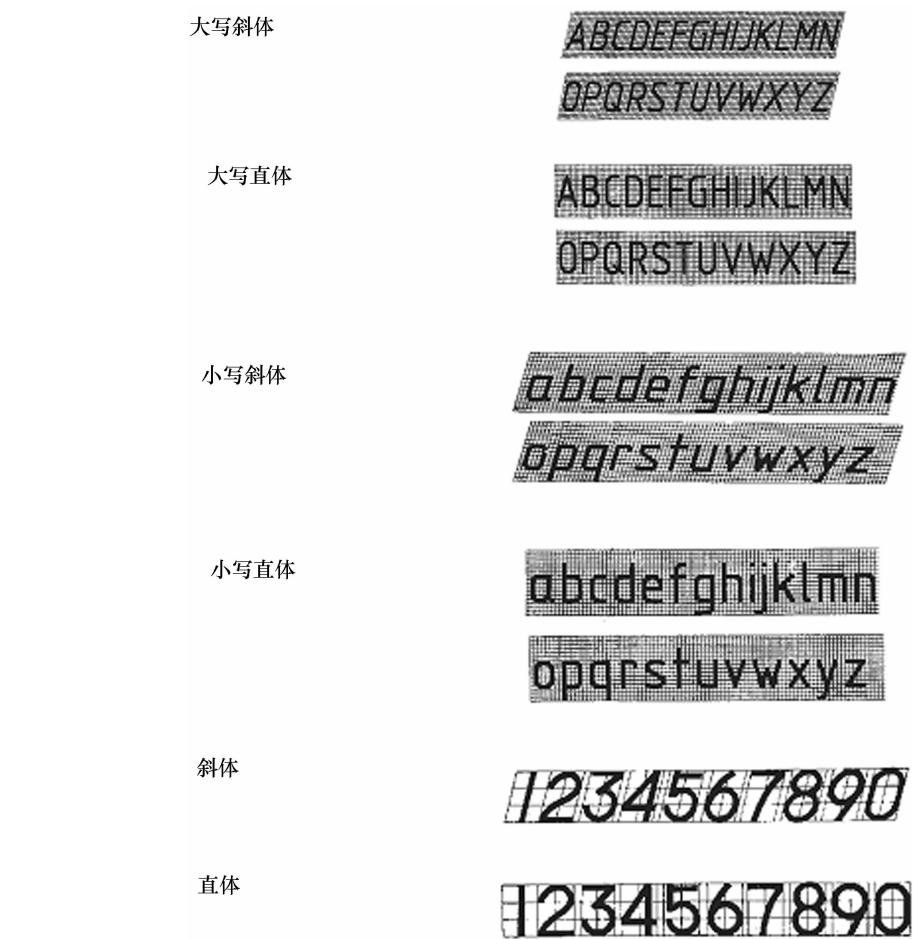

图 1-22 字母和数字书写示例
(4) 字母和数字分为 A 型和 B 型,字体的笔画宽度用  $d$  表示。A 型字体的笔画宽度  $d=h/14$ ,B 型字体的笔画宽度  $d=h/10$ 。并且字母和数字可写成斜体或直体,如图 1-22 所示。
(5) 斜体字字头向右倾斜,与水平基准线成  $75^\circ$ 。绘图时,一般用 B 型斜体字。在同一图样上,只允许选用一种字体。